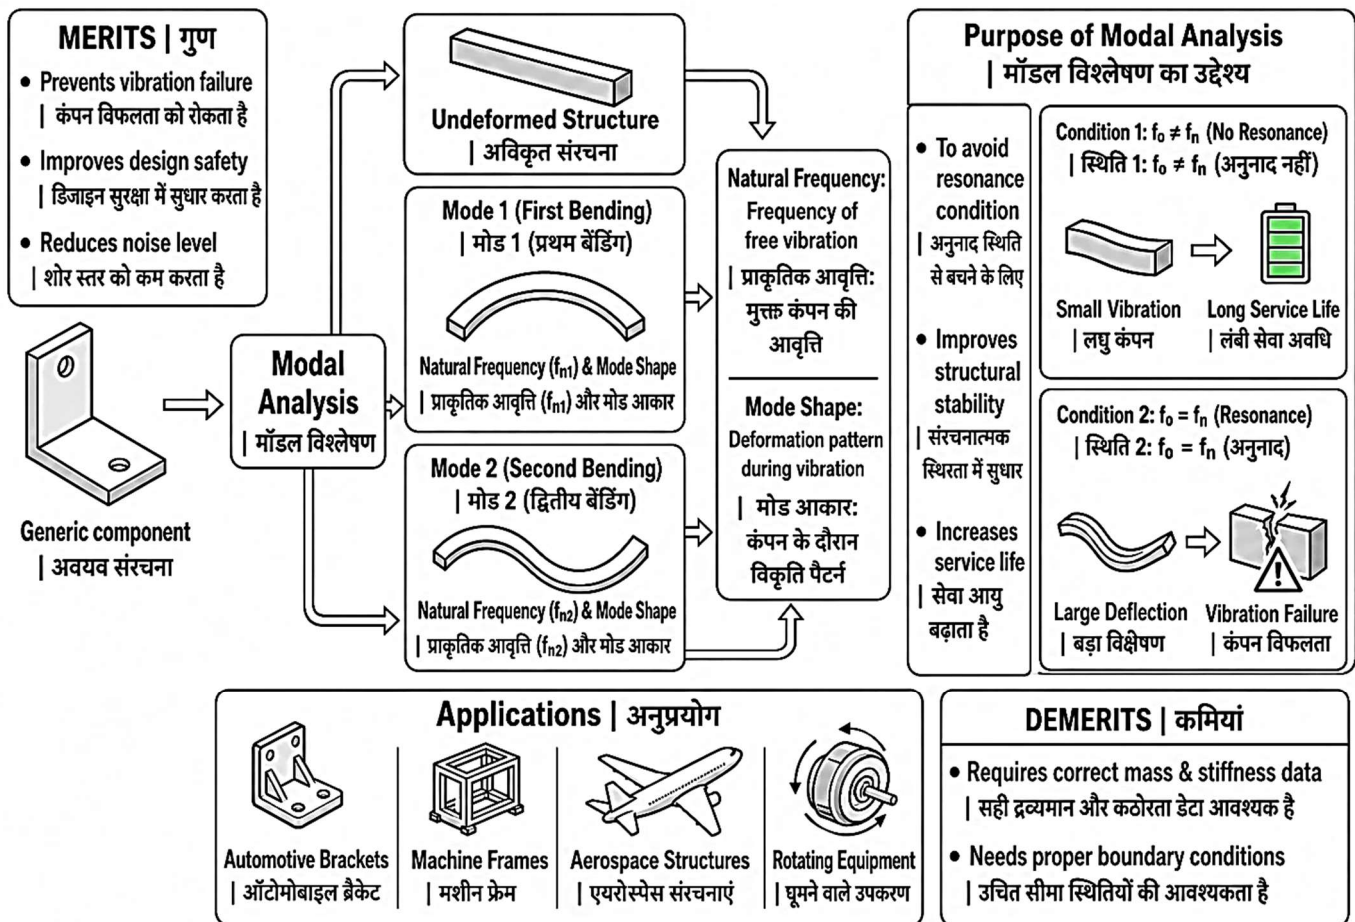

Fig. 2.1: Modal Analysis Overview with Natural Frequency and Mode Shapes | प्राकृतिक आवृत्ति और मोड आकार सहित मॉडल विश्लेषण का अवलोकन
2.1.1 Definition of Modal Analysis (Fig. 2.1)
2.1.1 मोडल विश्लेषण की परिभाषा (Fig. 2.1)